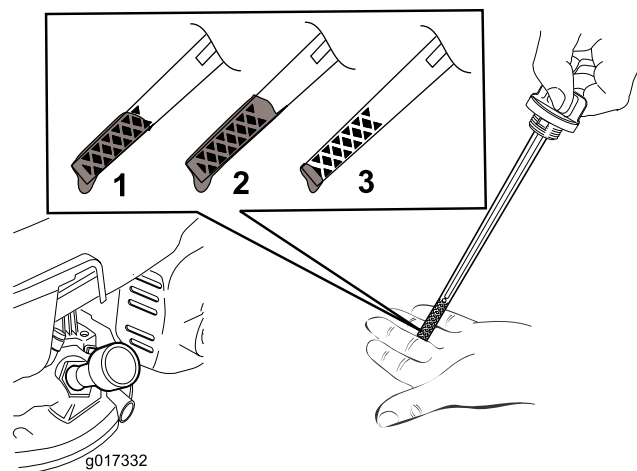

Figure 11
5. Pour déterminer le niveau d'huile correct indiqué par la jauge, voir Figure 11.
**Remarque:** Versez de l'huile dans le carter moteur jusqu'à ce que la jauge indique le niveau correct, comme montré à la Figure 11. Si vous remplissez excessivement le carter moteur, vidangez l'excédent d'huile comme expliqué à la section Vidange de l'huile moteur.